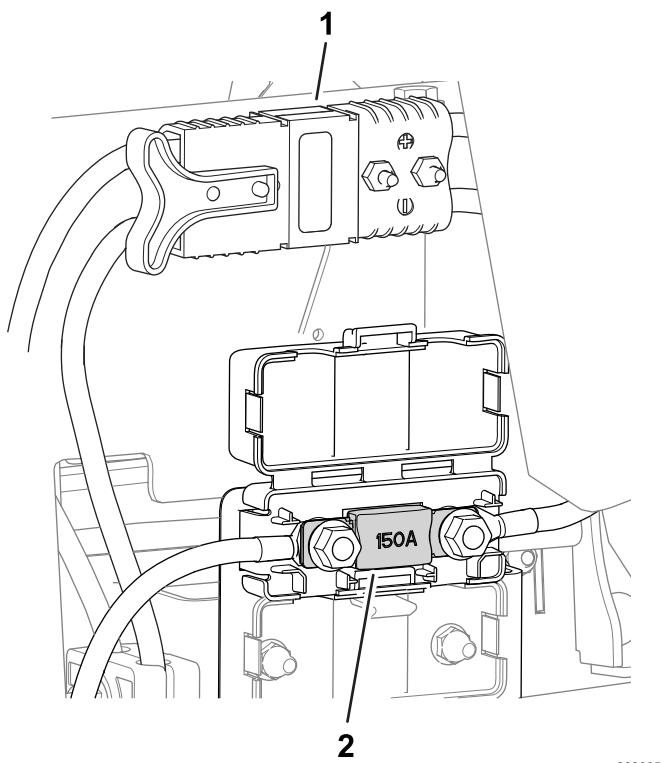

Figura 63
- El fusible del sistema eléctrico está situado debajo de los conectores eléctricos principales (Figura 63).